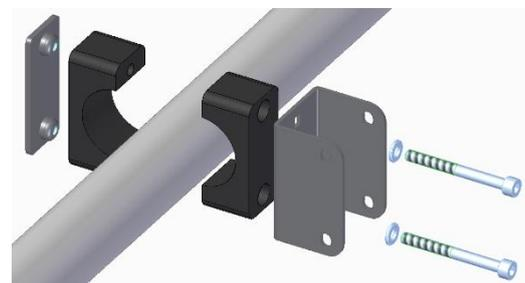
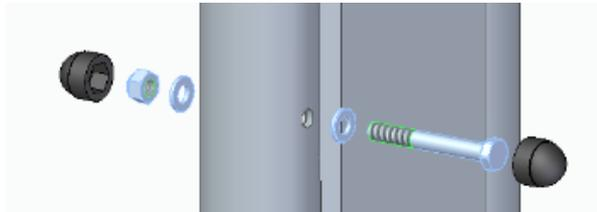
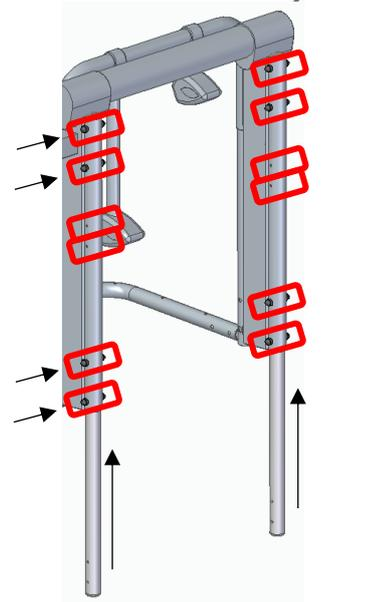

Abbildung 5
Abbildung 8
Abbildung 7
Nun erfolgt die Montage des Bike-Lifts (2) an den Halterungen. Die zwei Haltestangen (4) führen Sie in die Alu-Profile des Bike-Lifts (2), sodass alle Bohrungen fluchten (Umrandungen in Abb. 7). An den Pfeilpositionen in Abbildung 7 verschrauben Sie die beiden Haltestangen (4) mit dem Bike-Lift mit jeweils Sechskantschrauben M6x50mm und Sicherungsmuttern (Abb. 8).
Anschließend wird der Bike-Lift (2) mit den Haltestangen (4) an die Halterungen (aus Abbildung 5) montiert (Abb. 9). Es werden die gleichen Explosionskizzen-Teile in der gleichen Reihenfolge wie in Abbildung 8 verwendet. Jedoch werden oben je zwei Sechskantschrauben M6x55mm und unten je zwei Sechskantschrauben M6x50mm benutzt.